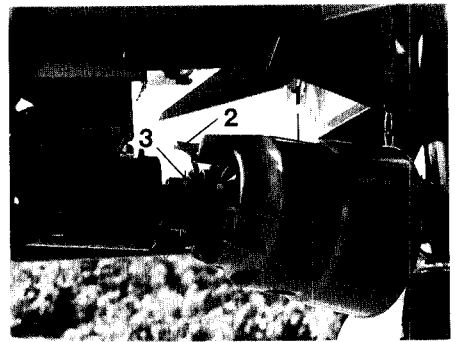

Fig. 5.3
- Abziehen des Schutztrichters vom Getriebehals entsprechend Fig. 5.3.